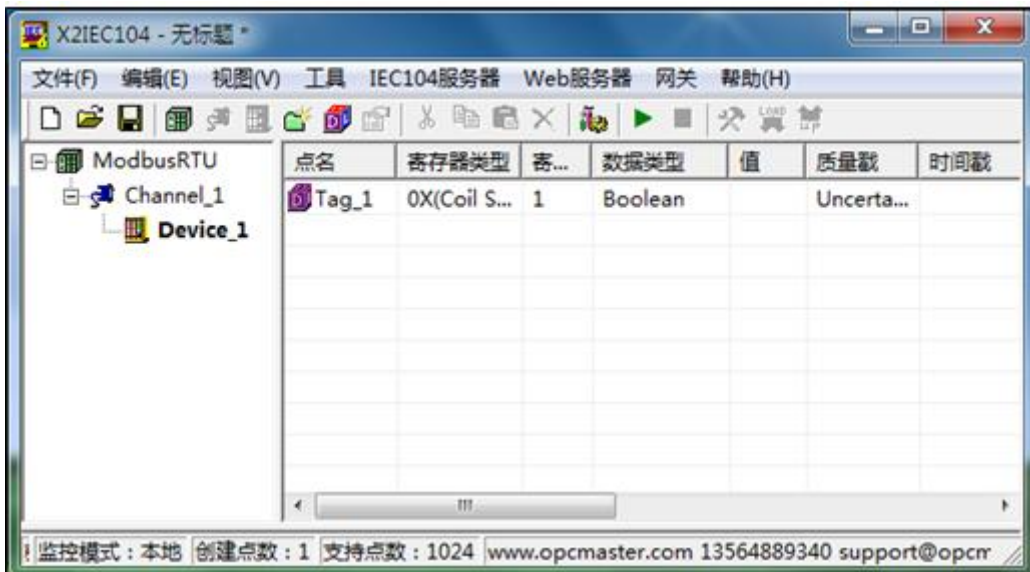

图 3-6-3 添加标签完成
**注意 IEC104 服务器遥信寄存地址的初始地址是从 1 开始，遥测寄存器地址从 16385 开始。** 点击“确定”完成添加标签，如图 3-6-3 所示。